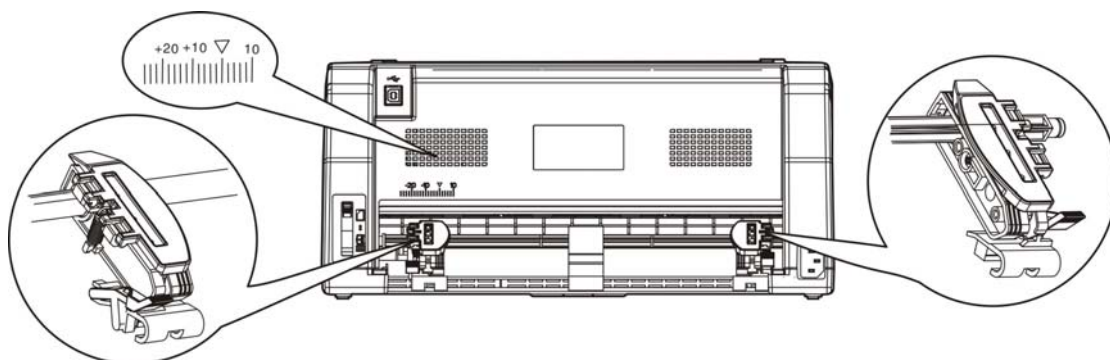

图 3-9 开左右链轮盖
4. 将拖纸器左链轮移至左边适当位置（“▽”位置表示横向起始打印位置）。按下拖纸器左链轮的链轮锁定杆以锁定左链轮。将拖纸器右链轮移至适当位置（如图 3-9 所示）。